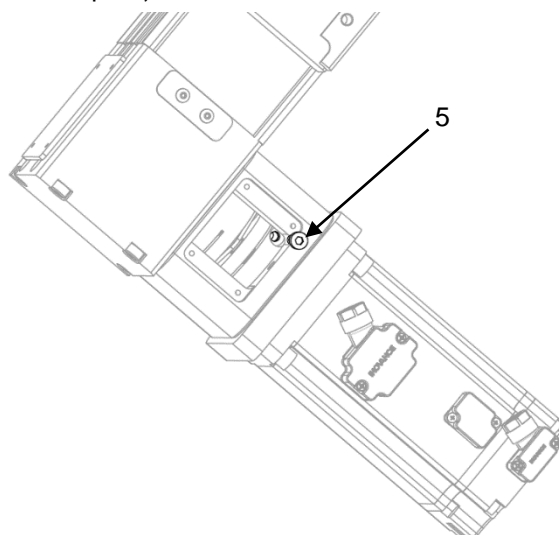

Рисунок 7 – Установка винта затяжки муфты
- 5) Закрепить и затянуть винт муфты (поз. 5) (см. рисунок 7) с моментом, указанным в таблице 3;